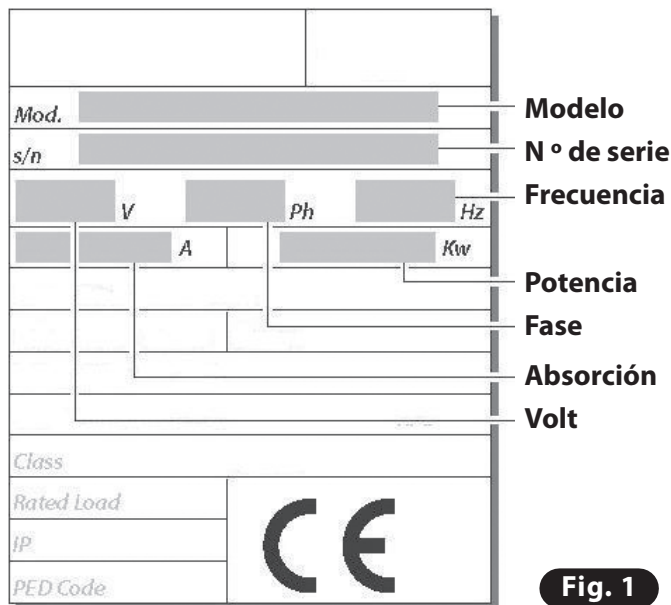

Fig. 1
- Embalaje externo de cartón: 1 etiqueta (**Fig. 1**).